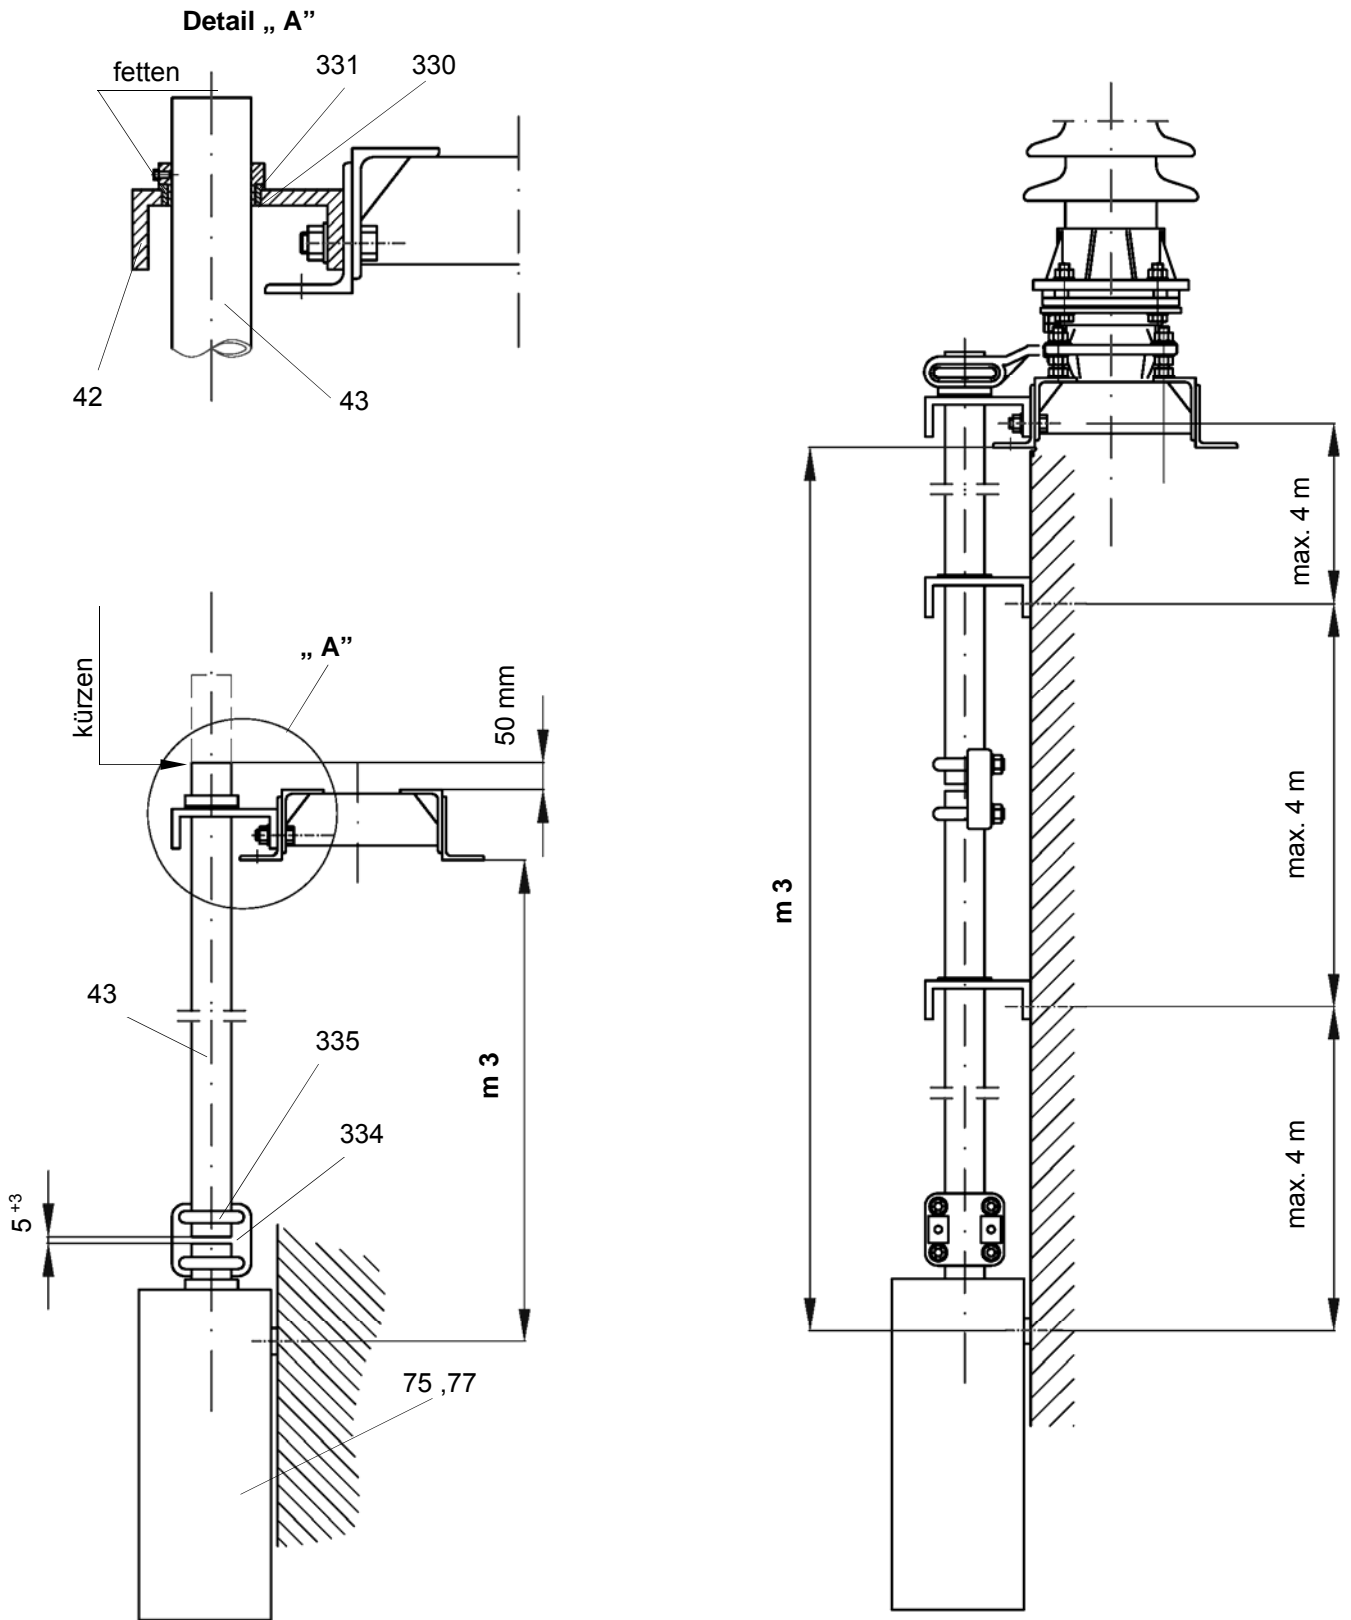

Bild 10 Montage Trennschalterantrieb, getrennter Anbau: Maß m3 > 6m
1. Kupplungsstangen (15) auf die erforderliche Länge einstellen [Bild 10].
3. Kontermuttern (338) festziehen (Links-, Rechtsgewinde).
4. Positionierungswinkel (328) am angetriebenen Trennschalterpol entfernen.
5. Antrieb (75) von Hand in Stellung EIN bringen.